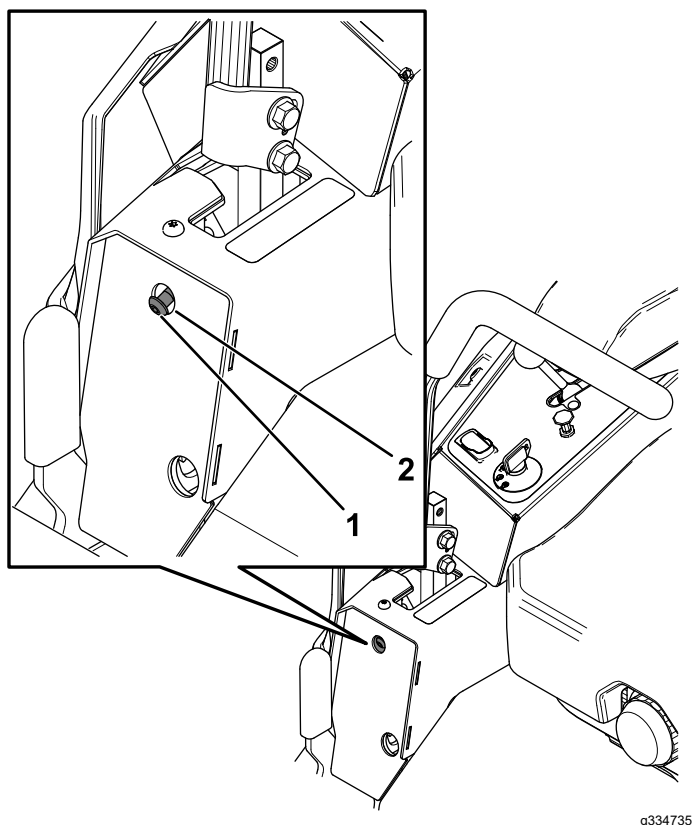

Figura 58
6. Dacă maina se îndreaptă spre dreapta, introduceți o cheie hexagonală de 3/16" în orificiul de acces al panoului stânga al capacului frontal și rotiți urubul de aliniere în sensul acelor de ceasornic sau în sens invers acelor de ceasornic, pentru a regla cursa manetei (Figura 58).
7. Dacă maina se îndreaptă spre stânga, introduceți o cheie hexagonală de 3/16" în orificiul de acces al panoului dreapta al capacului frontal și rotiți urubul de aliniere în sensul acelor de ceasornic sau în sens invers acelor de ceasornic, pentru a regla cursa manetei (Figura 58).